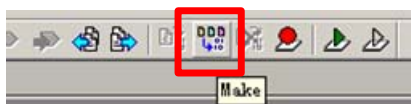

图 6.42 编译工程
6. 点击工具栏中的“Make”按钮，编译工程，如图 6.42所示；